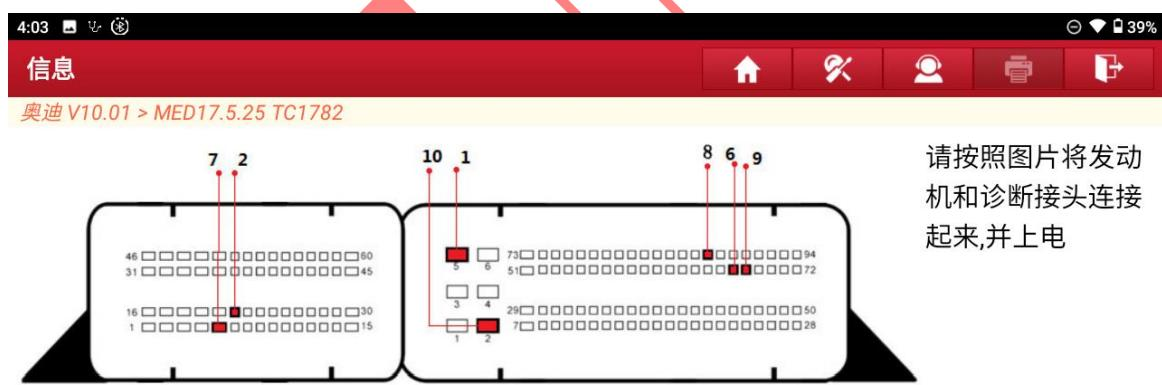

图 5
5. 按照接线图连接发动机电脑和编程器选择【确定】退出, 如图 5, 图 5-1;